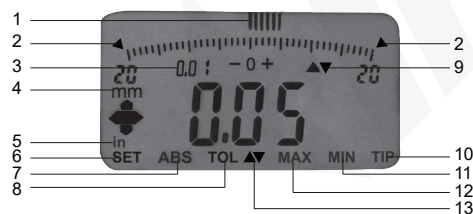

fig.1
1. Instale y retire la pila (CR2032), el lado negativo de la pila debe quedar hacia fuera (fig. 1).